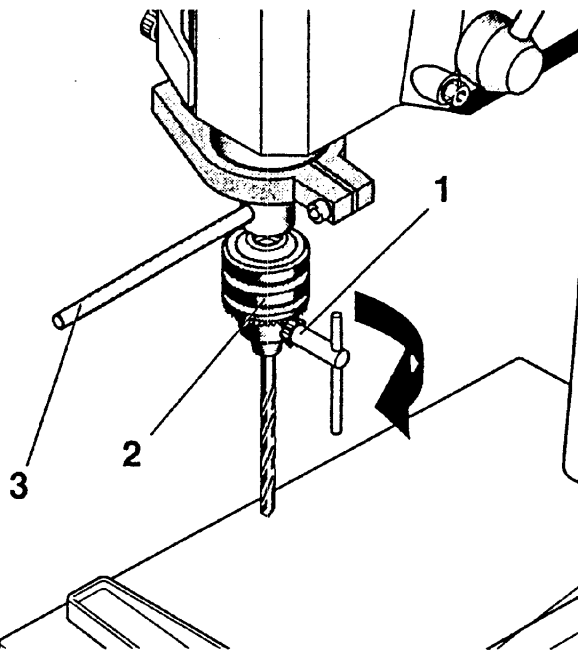

Fig. 5
1. Stift 3 (Fig. 5) in die Bohrung einstecken und Spindel blockieren.
2. Bohrfutterschlüssel (1) einstecken und Bohrfutter (2) ab- bzw. festschrauben.
1. Insert the pin 3 (Fig. 5) into the bore and block the spindle.
2. Insert the drill chuck key (1) and unscrew or tighten the drill chuck. (2).
1. Introduire la tige 3 (Fig. 5) dans l'orifice et bloquer la broche.
2. Introduire la clé (1) et dévisser ou visser le mandrin (2).
1. Infilare la spina 3 (fig. 5) nel foro e bloccare il mandrino.
2. Infilare la chiave del mandrino (1) e svitare o serrare il mandrino (2).